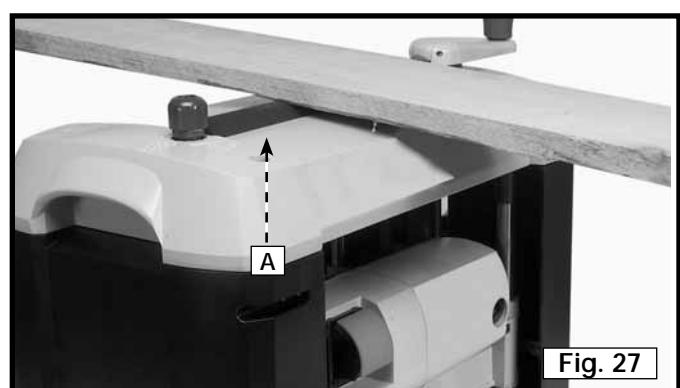

Fig. 27
Vous pouvez utiliser la barre de transfert des pièces (A) fig. 27 (surtout pour les pièces longues) entre l'extrémité de sortie et l'extrémité d'entrée de la machine, pour d'autres coupes.